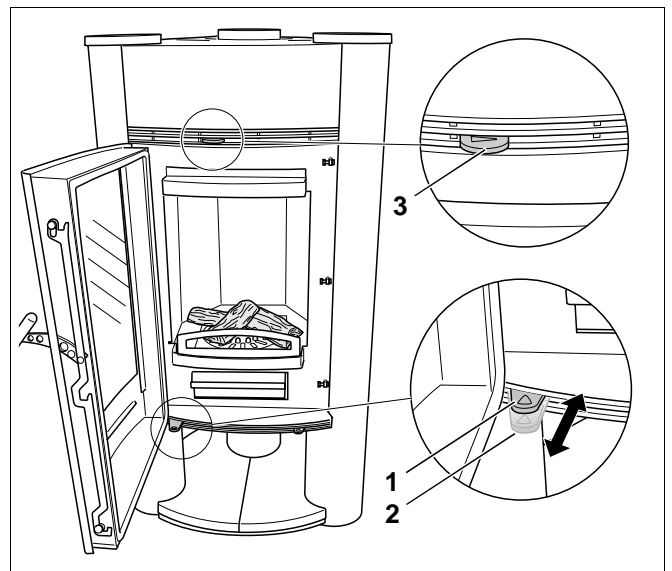

Abb. 19 Primär- und Sekundärluftschieber
Mittels des Primärluftschiebers (Abb. 19, **Pos. 1**) können Sie die Verbrennungsluft (Primärluft) von unten über den Aschekasten und den Rost zum Brennstoff regulieren.
Mittels des Sekundärluftschiebers (Abb. 19, **Pos. 3**) regulieren Sie die Sekundärluftzufuhr, was besonders wichtig zum Spülen der Sichtfensterscheibe ist und zu einer optimalen Verbrennung führt.
- Öffnen Sie die Primärluftzufuhr ganz (Primärluftzufuhr „Auf“) (Abb. 19, **Pos. 2**).